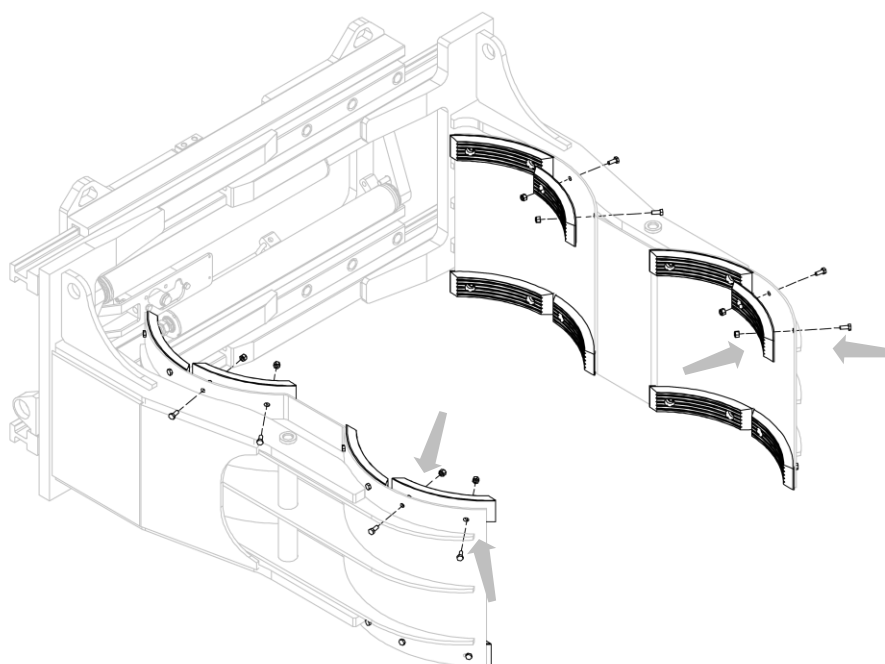
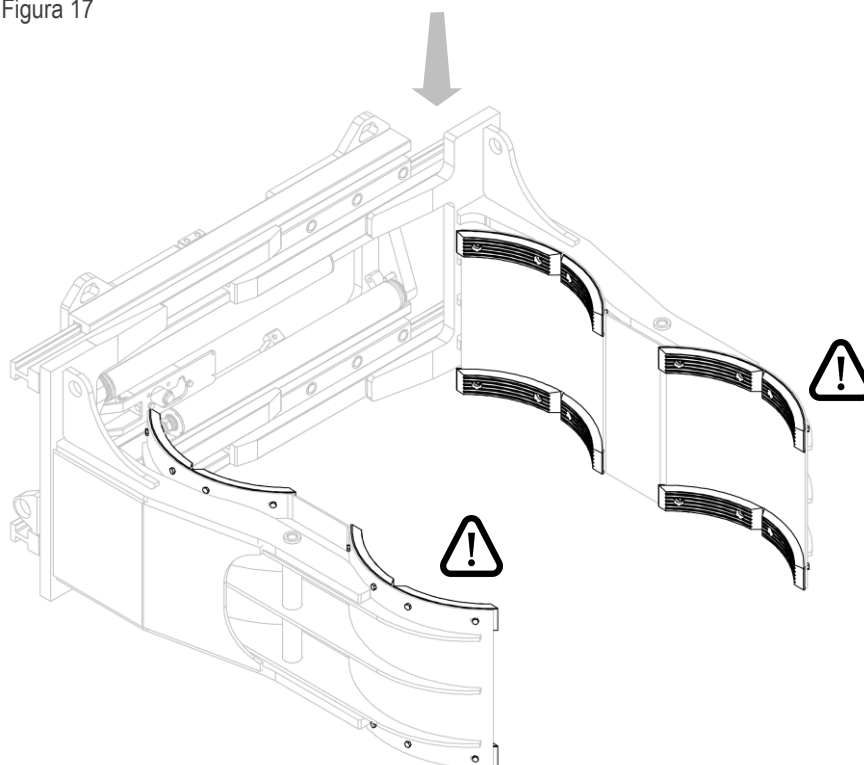

Figura 17
Figura 18
3. Instalar las placas en goma utilizando los tornillos y tuercas correspondientes (mira *Figura 17* y *Figura 18*).